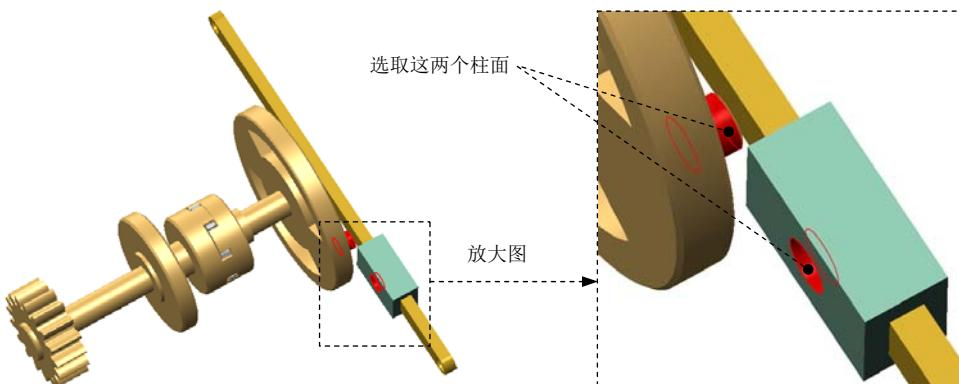
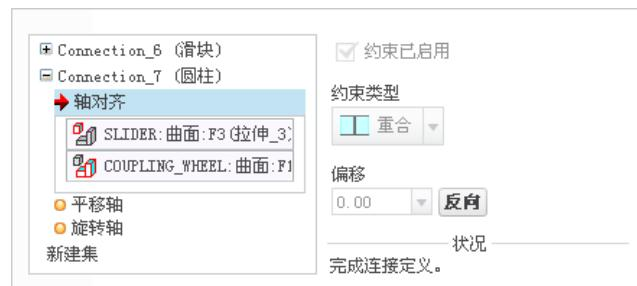

图 9.6.41 创建圆柱 (Cylinder) 连接
图 9.6.42 “放置”界面
(1) 在 **放置** 界面下方单击“新建集”字符，在“元件放置”操控板的机械连接约束列表中选择 圆柱 选项。
(2) 定义“轴对齐”约束。单击操控板中的 **放置** 按钮，分别选取图 9.6.41 所示的两个柱面为“轴对齐”约束参考，此时 **放置** 界面如图 9.6.42 所示。